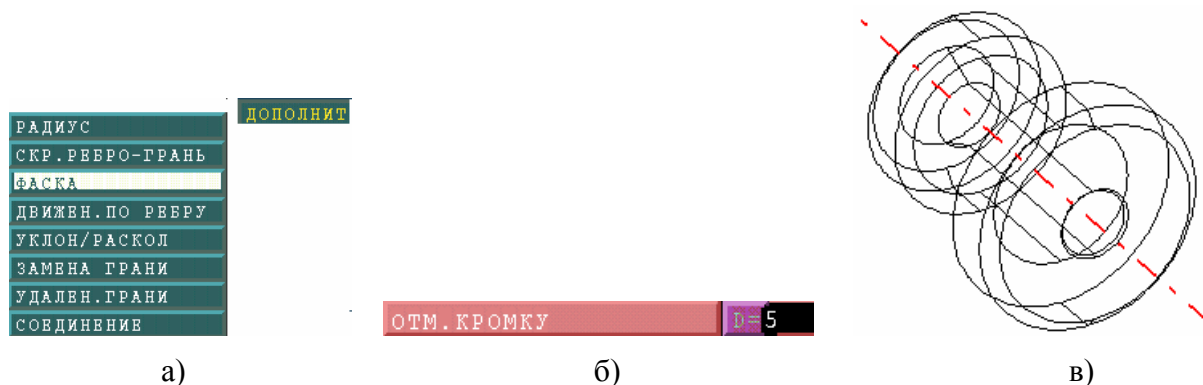

Рисунок 12 – Построение фасок
1.4.11.2. В открывшемся меню выбираем пункт **ФАСКА** (рисунок 12а).
1.4.11.3. Система просит отметить кромку (рисунок 12б). Мы можем изменить величину фаски, нажав левой кнопкой мыши на пункте меню **D =**, и ввести значение с клавиатуры, после чего нажимаем кнопку **Enter**.
1.4.11.4. Указываем кромки одну за другой до тех пор, пока деталь не примет должный вид (рисунок 12в). Для выхода нажимаем два раза кнопку **F5** или колесо мыши.